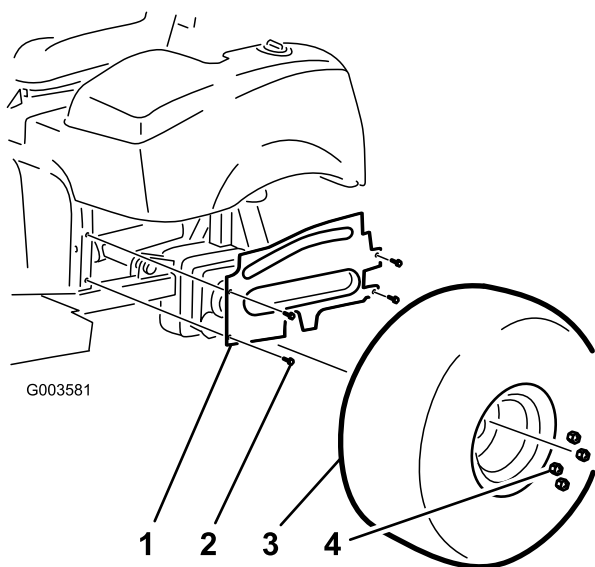

図 5
4. 左ホイール用のシュラウドをフレームに固定しているフランジヘッドねじ (4本) を外す (図 5)。シュラウドと金具類を外して保管する。